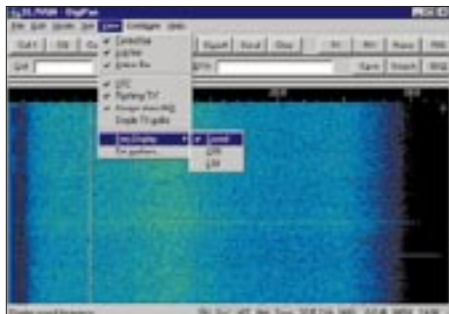

Bild 3: Die Auswahl der Option Sound komplettiert die Konfiguration des Displays.
1. Einstellung des NF-Frequenzdisplays: Menü *View (Configure)* öffnen, s. Bild 3. Im Untermenü *Freq Display (Band)* die Option *Sound (Tone)* aktivieren.